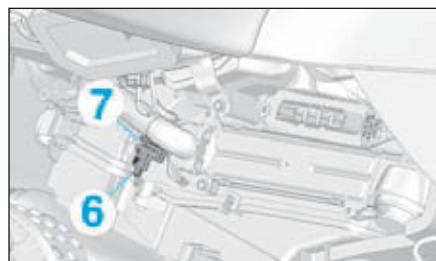

FIG.27
- la platine de fixation (3) des canalisations du radiateur,
- les agrafes (4),
- Ecarter les canalisations du radiateur (5).
- Débrancher le connecteur (6) (Fig.27).
- Extraire la sonde de température de l'évaporateur (7).